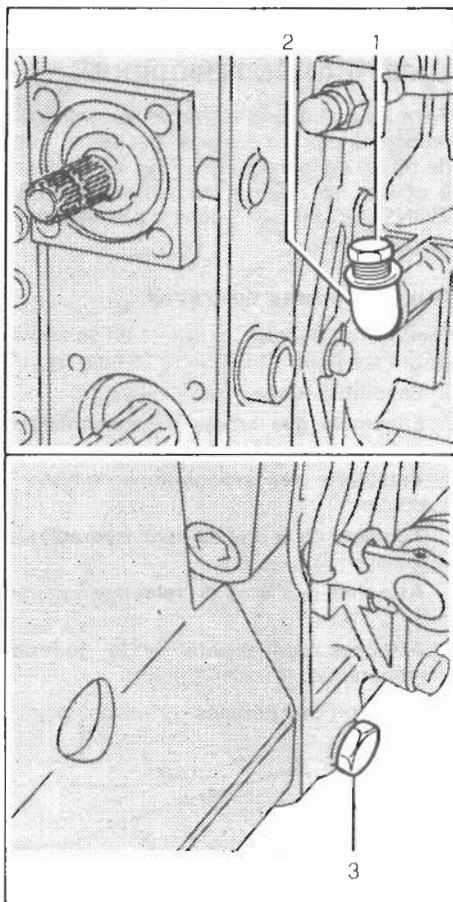

Fig. 16 - Bild 16
Scatola del ponte posteriore: controllare il livello dell'olio (vedere la fig. 16); allo scopo svitare il tappo (1). Il livello è regolare quando l'olio inizia a traboccare dal raccordo a gomito (2).
Rear axle housing: check oil level (see fig. 16); to do so, unscrew filler (1); oil level is correct when overflows from the elbow fitting (2).
Carter du pont arrière: contrôler le niveau de l'huile (voir fig. 16); dans ce but dévisser le bouchon (1). Le niveau est correct si l'huile déborde du raccord à coude (2).
Hinterachsbrücke: den Ölstand durch Abschrauben der Verschlusschraube (1) prüfen (siehe Bild 16). Der Ölstand stimmt, wenn das Öl beginnt aus der Winkelverschraubung (2) überzulauen.
Scatola del ponte posteriore: sostituire l'olio (vedere la fig. 16). Togliere il tappo di scarico (3) posto sul lato sinistro della scatola ed il tappo di rifornimento (1) per facilitare lo scarico; lasciare sgocciolare. Rifornire quindi con olio prescritto dopo aver rimesso il tappo inferiore, fino a quando l'olio inizia a traboccare dal raccordo a gomito (2).
Rear axle housing: change oil (see fig. 16). Remove the drain plug (3) located on the left hand side of the housing as well as refill (1) to make bleeding easier. Let oil drip out. Refill with the prescribed fresh oil after replacing the lower plug until the oil begins overflowing from the elbow fitting (2).
Carter du pont arrière: changer d'huile (voir fig. 16). Enlever le bouchon de vidange (3) situé sur le côté gauche du carter et le bouchon de remplissage (1) pour faciliter la vidange; laisser égoutter. Refaire le plein avec l'huile indiquée après avoir enlevé le bouchon inférieur. Le niveau est normal si l'huile déborde du raccord à coude (2).
Schaltgetriebe: das Öl wechseln (siehe Bild 16). Die Ablassschraube unter dem Schaltgetriebegehäuse (2), sowie den mit Messtab versehenen Verschlussdeckel (1) abnehmen, um den Ablass zu erleichtern. Die Kraftheberarme ganz senken um den vollständigen Ölabblass aus dem Hydraulikzylinder zu ermöglichen; austropfen lassen. Nach Wiedermontage der unteren Verschlusschraube die Nachfüllung mit dem vorgeschriebenen Öl vornehmen. Den Motor über einige Sekunden hinaus anlassen um die Rohrleitungen des hydraulischen Systems vollständig zu füllen und den Ölstand wiederholt kontrollieren.
Hinterachsbrücke: das Öl wechseln (siehe Bild 16). Die Verschlusschraube (3) auf der linken Seite des Gehäuses entfernen, sowie den Einfülldeckel (1) abnehmen, um den Ablass zu erleichtern; abtropfen lassen. Nach Wiedermontage der unteren Verschlusschraube die Nachfüllung mit dem vorge-